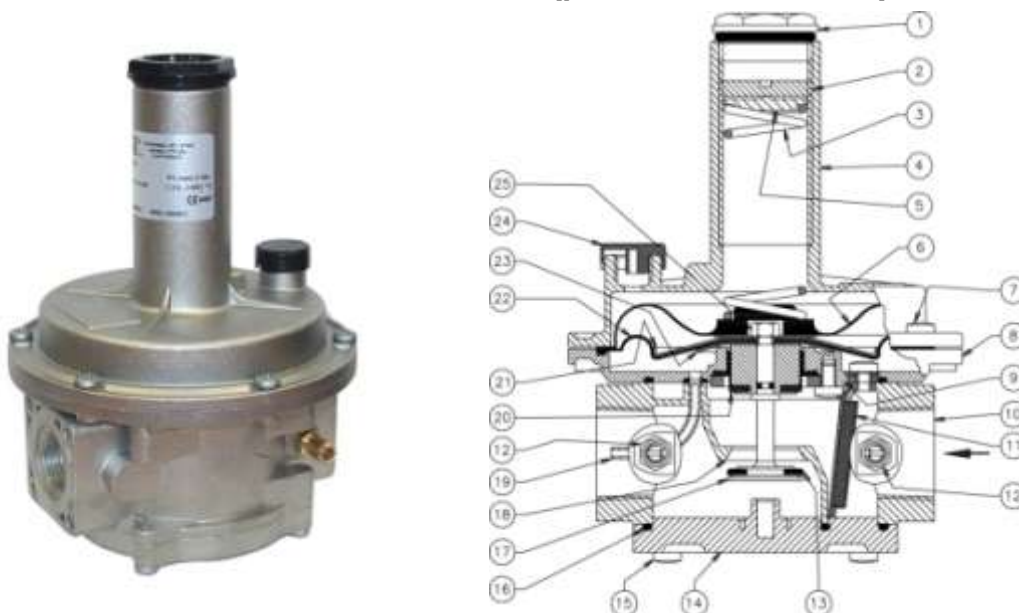

Рис. 1
Регулятор (рис. 1) состоит из: колпачок (1); регулировочный винт (2); пружина регулирования исходящего давления (3); раструб (4); зубчатая шайба (5); предохранительная мембрана (6); винты крепления раструба (7); фланец (8); центральный штифт (9); корпус (10); фильтрующий элемент (11); штуцер для отбора давления (12); уплотняющая прокладка (13); нижняя панель (14); винты крепления нижней панели (15); нижнее уплотнительное кольцо (16); затвор (17); седло (18); встроенный импульс (19); компенсационная мембрана (20); верхний диск мембраны (21); рабочая мембрана (22); нижний диск мембраны (23); пылезащитный колпачок (24); гайка центр. штока (25).